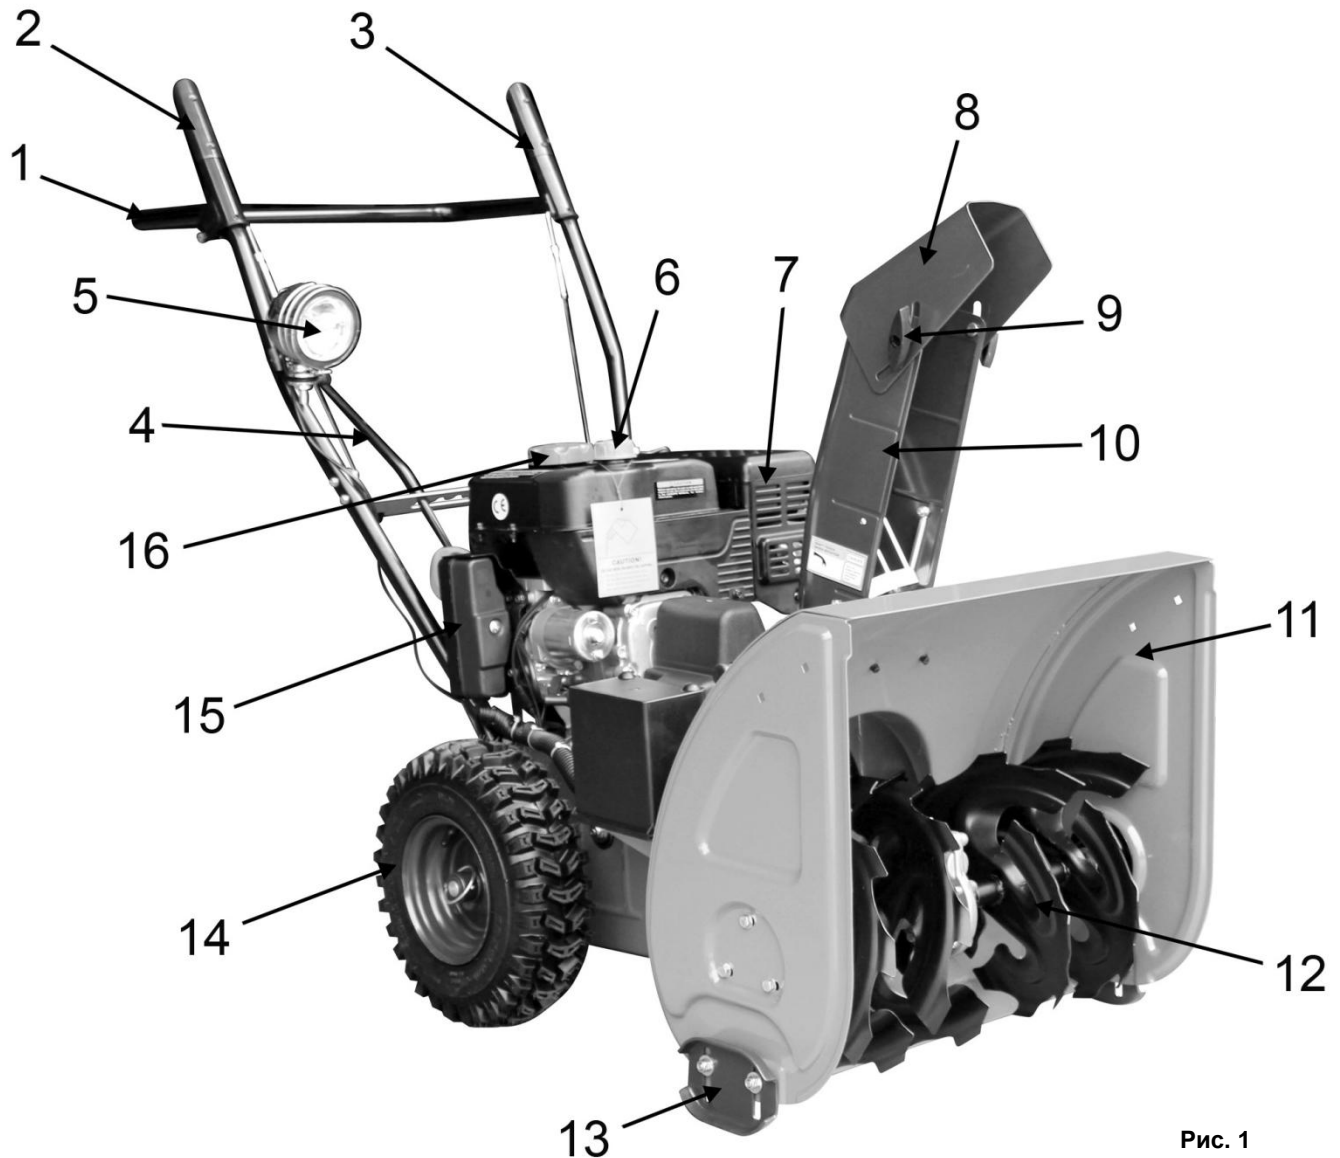

Рис. 1
- Снегоуборщик вращением лопастей шнека (12)(См. Рис.1) убирает снежный покров с ровных площадей, и через снегоотвод (10) выбрасывает его в выбранную сторону.
- Шнек (12)(См. Рис.1) - винтовой механизм в виде стержня с наклонными лопастями, приводимый в действие двигателем. Шнек захватывает, и транспортирует снежную массу внутрь снегоборщика на вращающуюся крыльчатку (импеллер), далее снежная масса выбрасывается в необходимую сторону (влево или вправо), через поворачиваемый желоб (снегоотвод).
- Снегозаборник (11)(См. Рис.1) служит для захвата снега и направления его потока в рабочую зону снегоборщика (на шнек).
- Фара (5)(См. Рис.1) служит для освещения рабочей зоны в условиях недостаточной видимости.
Рычаг привода колес (2)(См. Рис.1)
- При нажатии рычага привода колес (2), включается система привода, и снегоборщик начинает движение.
- При отпускании рычага привода колес (2), привод отключается, и снегоборщик прекращает движение.
Рычаг привода шнека (3)(См. Рис.1)
- При нажатии рычага привода шнека (3), включается система привода, и лопасти шнека (12)(См. Рис.1) начинают вращение.
Рычаг переключения скоростей (4)(См. Рис.1)
- Для изменения скорости и направления движения: остановите снегоборщик и вращение шнека, переведите рычаг (4)(См. Рис.1) в соответствующее выбранному режиму движения положение.
- Установите желоб снегоотвода (10)(См. Рис.1) на выпускной канал импеллера.
- Установить в отверстие на рычаге управления (2; 3)(См. Рис.1) верхний Z-образный конец троса (22)(См. Рис.5).
- Установите/замените ограничительные башмаки (13)(См. Рис.1; 7) с каждой стороны снегозаборника.